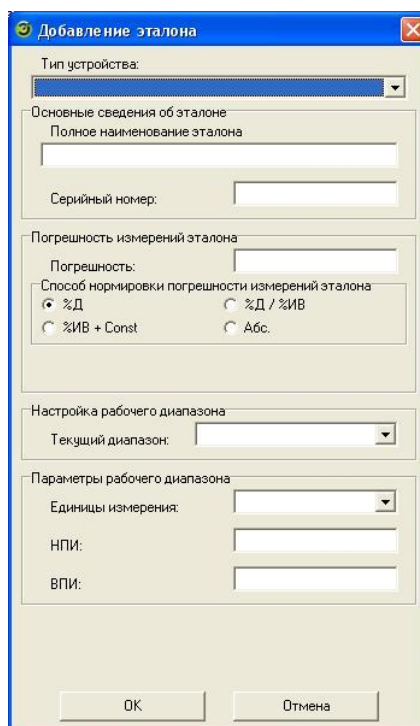

Рисунок 3.3.2 – Диалог добавления эталона
- «Добавить эталон». Кнопка предназначена для создания нового эталона в базе данных. При ее нажатии выводится диалог добавления эталона (рисунок 3.3.2).